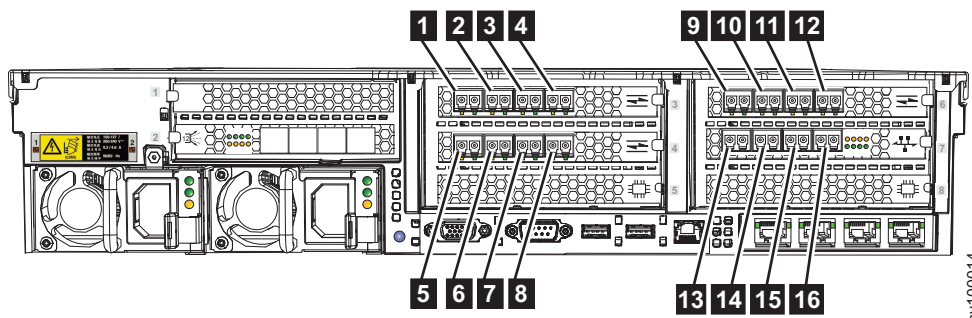

Figura 17. Números de puerto de canal de fibra en una configuración típica
Figura 17 muestra los números de puerto de canal de fibra (FC) físico cuando se configura el adaptador Ethernet óptico de 10 Gbps para comunicaciones FCoE (Fibre Channel over Ethernet).